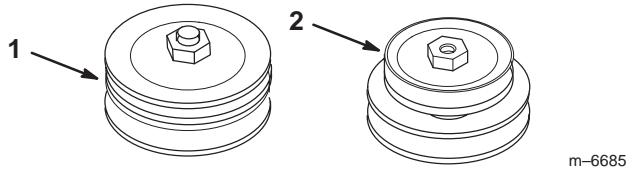

Figure 5
- Sélectionnez la poulie correcte indiquée dans la Figure 5.